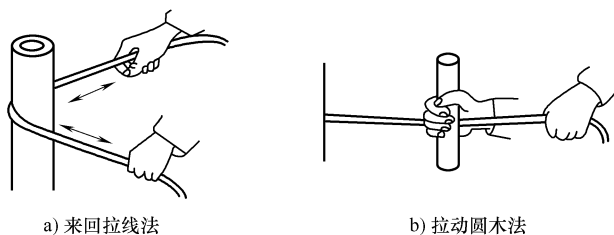

图 7-3 护套线的勒直方法
- (1) 将线平放在地上（地面要平），一人踩住导线一端，另一人握住导线的另一端拉紧，用力在地上甩直。
- (2) 将导线两端拉紧，用破布包住导线，用手沿导线全长捋直。
- (3) 采用来回拉线法或拉动圆木法将导线勒直，如图 7-3 所示。